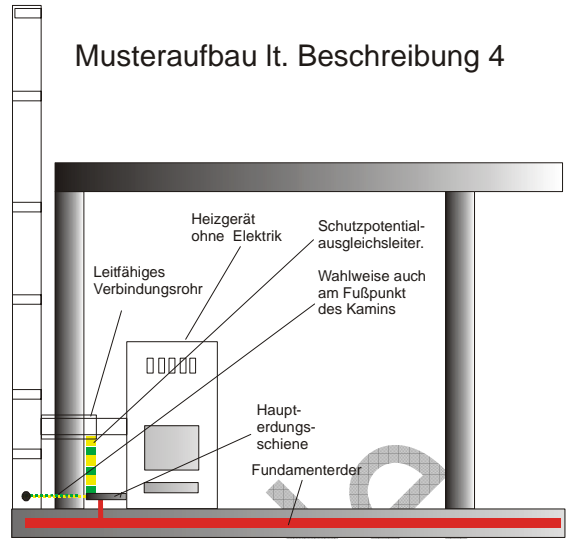

Bild 4
4. ... außen an der Wand eines Gebäudes ohne äußeren Blitzschutz hinunter durch die Wand zu einem „normalen“ Kaminofen führt, der keine Verbindung zur Elektrik hat. (Bild 4)